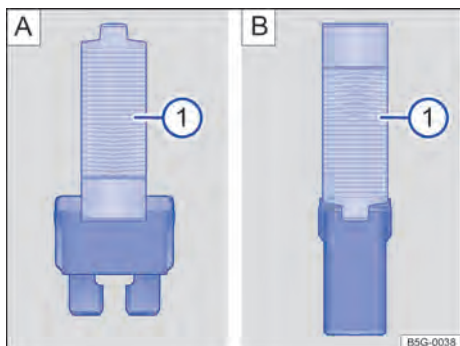

Fig. 145 Retirar ou colocar o fusível com a pinça de plástico: **A**): fusível plano, **B**): fusível de bloqueio.
- Se necessário, retirar a pinça de plástico → Fig. 145 **A**) ① da cobertura da caixa de fusíveis.
- De acordo com a versão do fusível, colocar as garras adequadas do alicate plástico → Fig. 145 **A**) ① ou → Fig. 145 **B**) ① lateralmente no fusível.